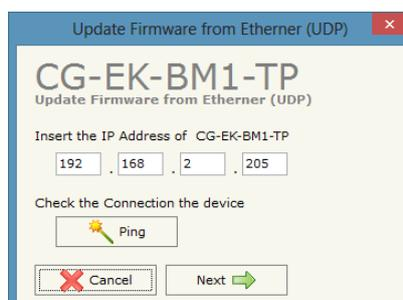

Figura 12 - Form update configurazione
- Inserire nel form *Update configurazione* (Figura 12 - Form update configurazione) l'indirizzo IP **192.168.2.205**
- Inserire l'indirizzo IP del convertitore (Figura 12 - Form update configurazione). Assicurarsi che i parametri di rete del PC siano compatibili con l'indirizzo IP assegnato al dispositivo, in caso contrario, modificare le impostazioni di rete del PC
- Premendo il pulsante *Ping*, deve apparire il testo "*Device found!*", se è stata applicata la procedura in maniera corretta (Figura 12 - Form update configurazione)
- Premere il pulsante *Next* (Figura 12 - Form update configurazione)
Nel caso di aggiornamento manuale del firmware, sostituire il file "Sim67811.sim" nella cartella di sistema "C:\Program Files (x86)\Ekinex\Compositor_CG-EK-BM1-TP\Master". Dopo avere effettuato la sostituzione del file, aprire il form *Update configurazione* (Figura 12 - Form update configurazione) nel programma applicativo ed avviare la sequenza opportuna.